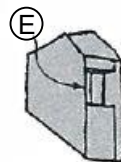

図6
- サポータ : 図6のインサートとの接触稜線(E)部に損傷がある場合。